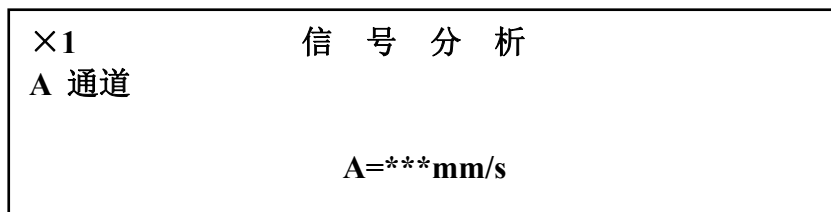

图 4-44
(1) 在方式选择菜单下，按◀或▶键，移动光标至<信号分析>，按|执行|键，屏幕显示采样频率菜单；
(2) 在采样频率菜单下，按◀或▶键，将光标移动到所要选择的频率值(例如 1K)，按|执行|键，屏幕进入信号分析画面。图 4-44。